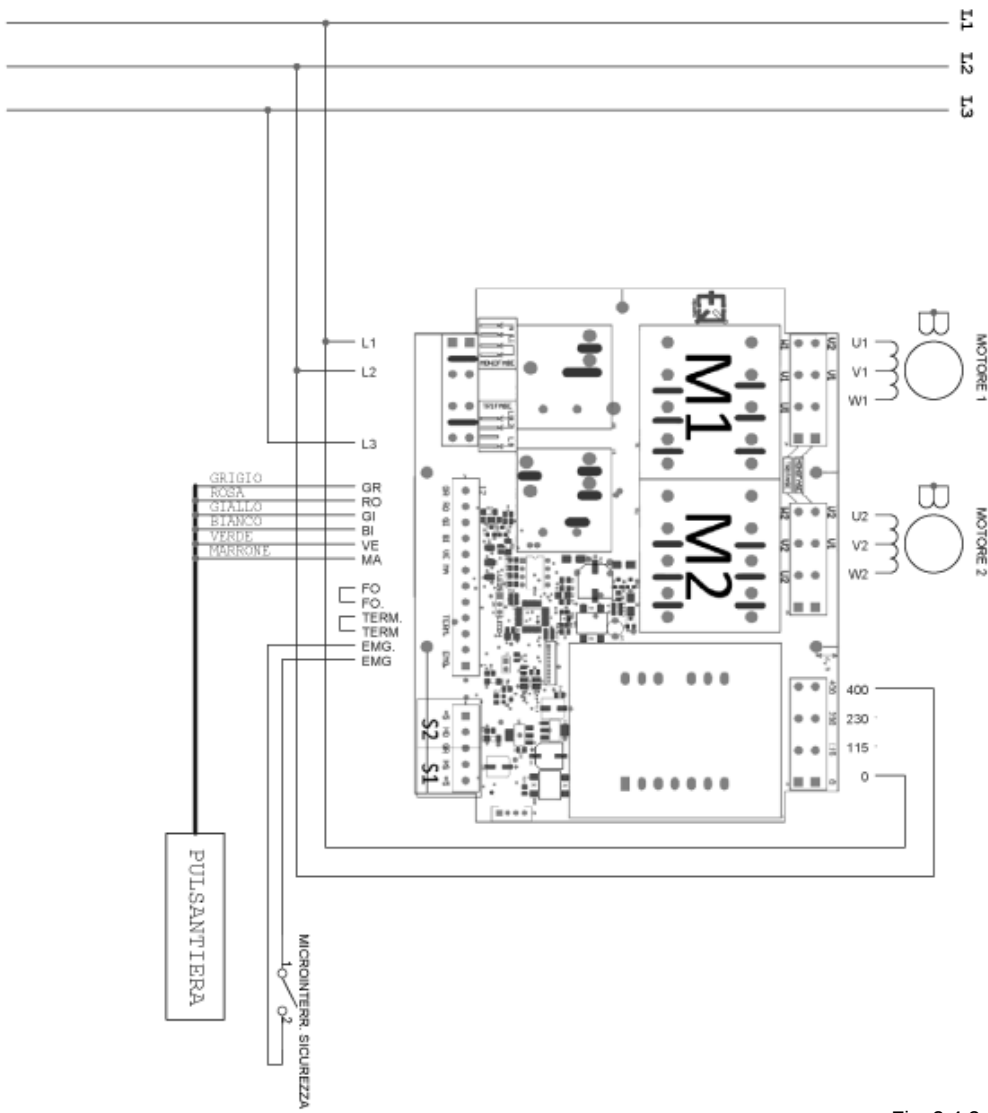

Fig. 2.4.3
2.4.3 - Schéma électrique triphasé commandes inox (Fig. 2.4.3)